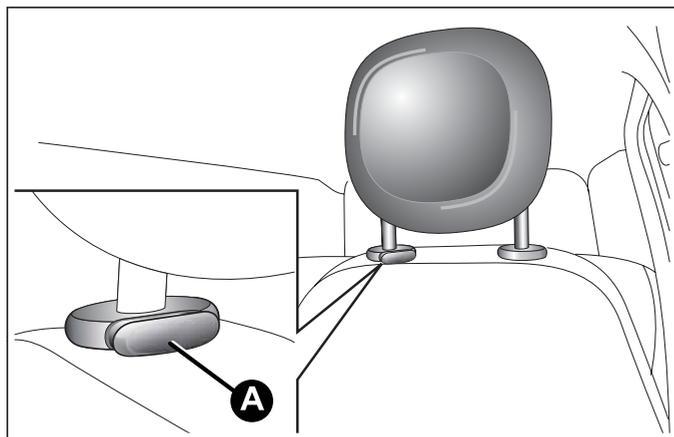

fig. 19
**Réglage vers le bas :** appuyer sur la touche A fig. 19 et baisser l'appui-tête.